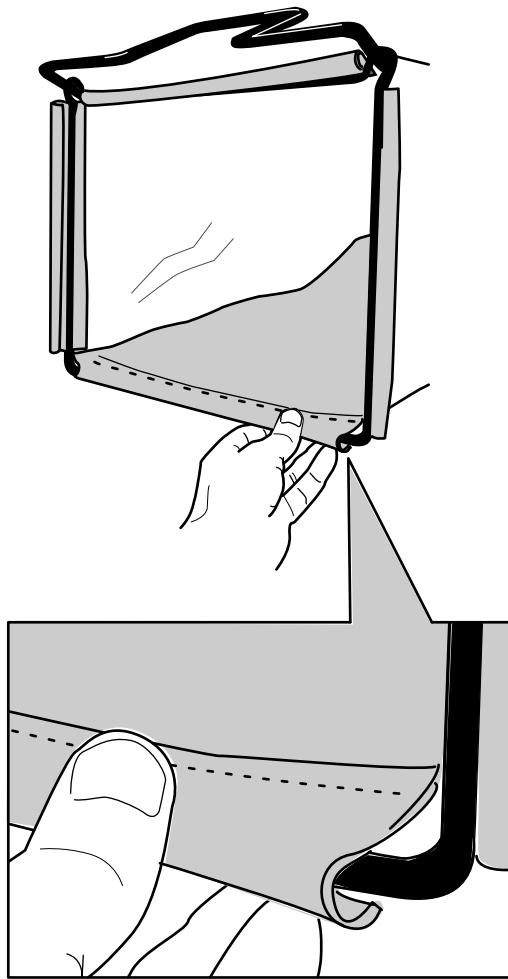

Figura 12
2. Enganche el canal inferior del recogedor en la parte inferior del bastidor (Figura 12).
- Enganche los canales superiores y laterales del recogedor en la parte superior y en los laterales del bastidor, respectivamente (Figura 12).